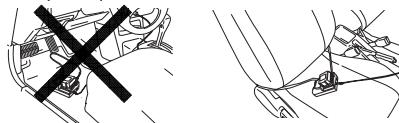

Fig. 13
- Fixer en place le chargeur de batterie dans le véhicule. Utiliser la courroie fournie avec le chargeur de batterie pour le fixer en place et éviter tout mouvement inopiné. (Voir la Fig. 13)